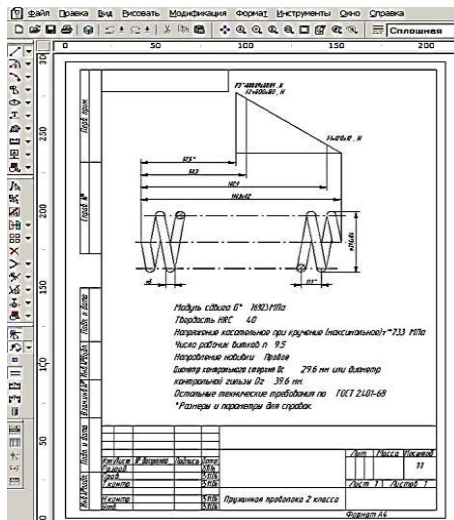

Рис. 44
**Сохранение файла чертежа.** Для завершения генерации чертежа необходимо в окне «*Черчение*» (меню *Сохранить*) сохранить этот чертеж в виде файла с расширением \*.agr. После этого произойдет запуск плоского графического редактора *APM Graph*, в окне которого и будет показан чертеж рассчитанной пружины (рис. 44).